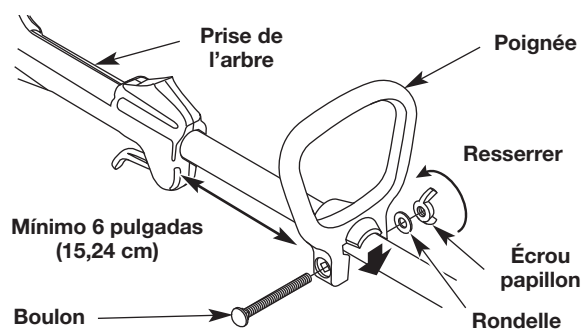

Fig. 2
1. Enfoncez la poignée sur le boîtier de l'arbre (Fig. 2). Le trou pour boulon à tête carrée dans la poignée devrait se trouver à droite.
2. Insérez le boulon dans le trou pour boulon à tête carrée et enfoncez-le complètement pour qu'il ressorte (Fig. 2). Placez la rondelle sur le boulon. Vissez l'écrou papillon sur le boulon, mais ne le serrez pas complètement.
3. Tout en maintenant l'appareil en position d'utilisation (Fig. 9), déplacez la poignée pour la positionner de manière à avoir la meilleure prise possible. Placez-la à une distance d'au moins 15,24 cm (6 po) de l'extrémité de la prise de l'arbre (Fig. 2).
1. Desserrez l'écrou papillon (Fig. 2).
2. Tout en maintenant l'appareil en position d'utilisation (Fig. 9), déplacez la poignée pour la positionner de manière à avoir la meilleure prise possible. Placez-la à une distance d'au moins 15,24 cm (6 po) de l'extrémité de la prise de l'arbre (Fig. 2).